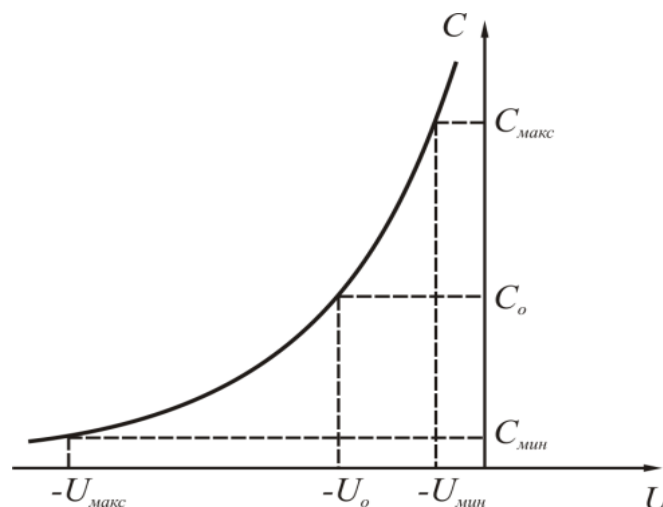
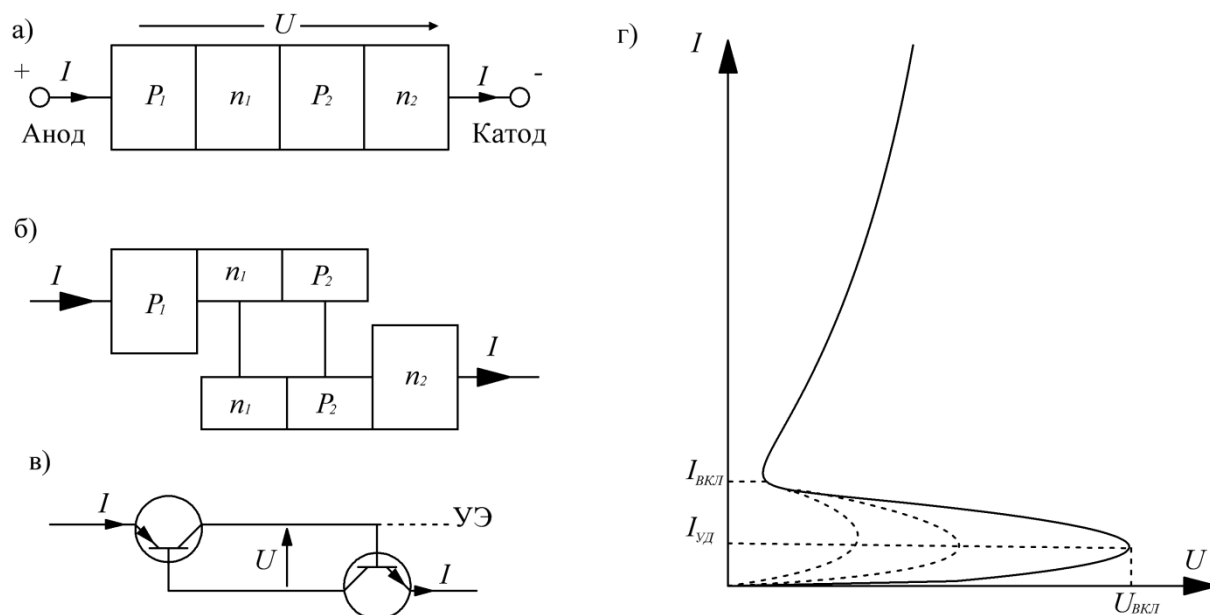
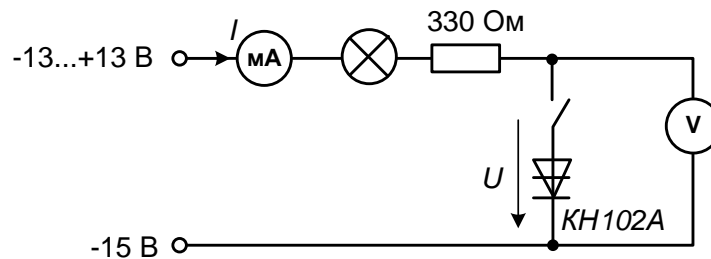

Рис. 5.2
Рис. 6.2
Рис. 6.3
Вольт-фарадная характеристика варикапа имеет вид, изображенный на рис. 5.2.
Четырёхслойная структура динистора представлена на рис. 6.2 а. Для уяснения принципа действия четырёхслойный прибор можно представить, как два трёхслойных прибора, как показано на рис. 6.2 б, или как два транзистора, эквивалентная схема соединения которых показана на рис. 6.3 в. Вольт – амперная характеристика тиристора представлена на рис. 6.2 г.
При прямом приложенном напряжении, показанном на рисунках, левый и правый  $p - n$  переходы открыты, а средний закрыт. Через тиристор протекает лишь незначительный ток неосновных носителей (см. рис. 6.2 г). По мере увеличения прямого напряжения энергия носителей заряда, проходящих через запертый  $n_1 - p_2$  увеличивается и при некотором напряжении ( $U_{\text{вкл}}$ ) возникает ударная ионизация атомов полупроводника в зоне  $n_1 - p_2$  перехода, ток резко возрастает, два транзистора (рис. 6.2. в) открываются, напряжение на тиристоре резко падает, и он переходит в открытое состояние. Вольт - амперная характеристика открытого тиристора аналогична вольт - амперной характеристике диода. При снижении тока тиристор остаётся в открытом состоянии до некоторого небольшого тока (см. рис. 6.2. г), называемого током удержания ( $I_{\text{уд}}$ ). Он несколько меньше тока включения, показанного на рис. 6.2. г.
Управляемые тиристоры имеют кроме основных выводов «Анод» и «Катод» третий вывод «Управляющий электрод». Он показан на рис. 6.2. в пунктиром. Подавая на него импульс тока положительной полярности, мы принудительно открываем один из транзисторов, второй транзистор также открывается, так как через его базу начинает протекать ток коллектора другого транзистора. Напряжение включения уменьшается, как показано на рис. 5.2. г пунктиром. При токе управления, превышающем открывающий ток управления ( $I_{\text{откр.у}}$ ) вольт - амперная характеристика тиристора полностью аналогична характеристике диода.
- Соберите цепь для снятия вольт - амперной характеристики динистора согласно схеме (рис. 6.3).